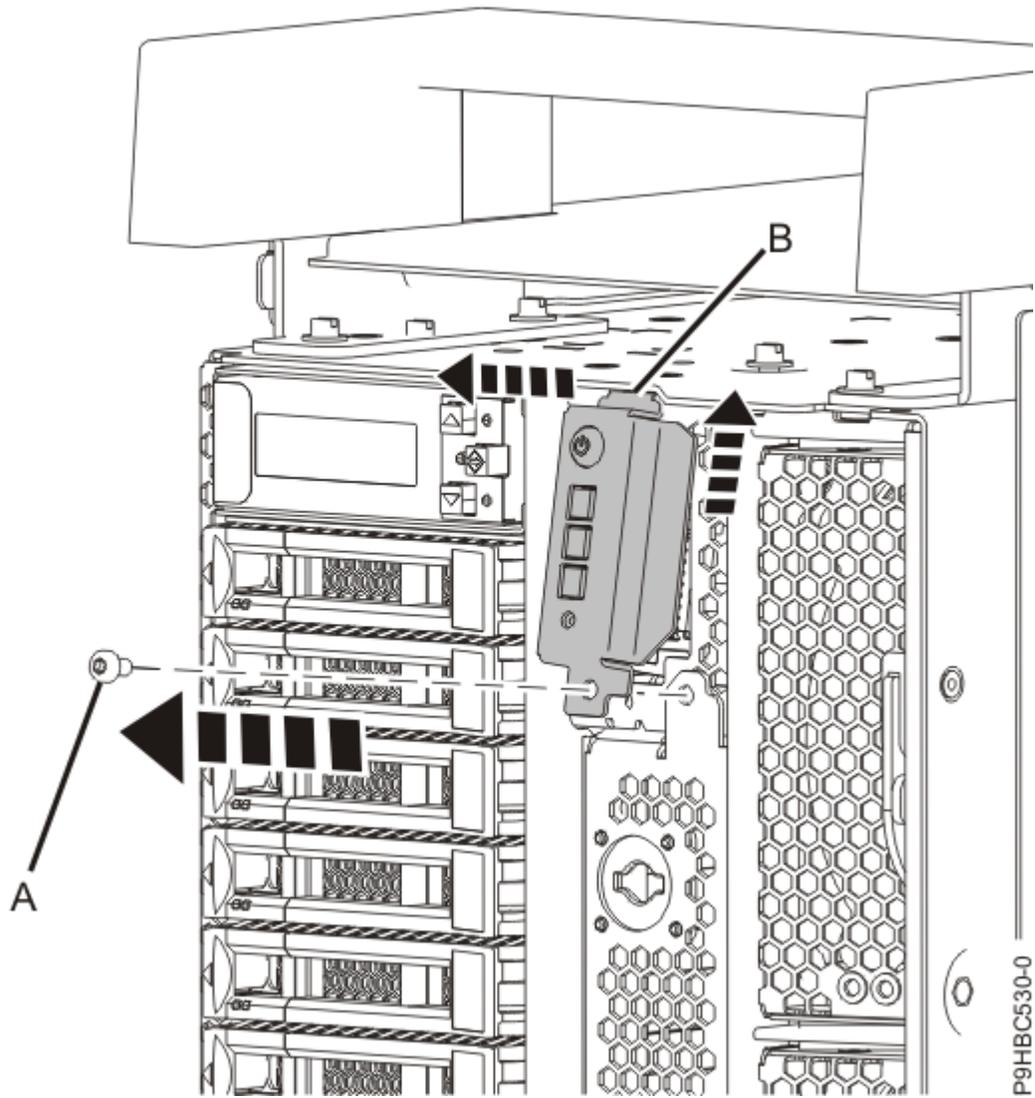

Figura 66. Desatornillado del panel de control de un sistema autónomo
- a) Extraiga el tornillo **(A)** que fija el panel de control al sistema, tal como se muestra en la Figura 66 en la página 71, a continuación haga girar el panel de control hasta liberar la pestaña superior **(B)**.